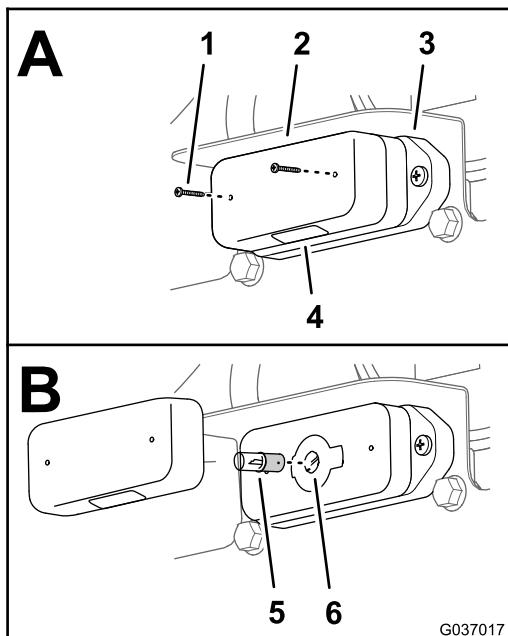

Figure 76
1. Retirez les 2 vis qui fixent le boîtier à la base de l'éclairage de la plaque d'immatriculation, et déposez le boîtier (A de la Figure 76).
2. Appuyez légèrement sur l'ampoule et tournez-la dans le sens antihoraire pour la déverrouiller de la douille, puis enlevez-la (B de la Figure 76).
3. Insérez l'ampoule neuve dans la douille (B de la Figure 76).
4. Appuyez légèrement sur l'ampoule et tournez-la dans le sens horaire pour la verrouiller dans la douille (B de la Figure 76).
5. Placez le boîtier devant la base de l'éclairage de la plaque d'immatriculation en orientant le verre vers le bas (A de la Figure 76).